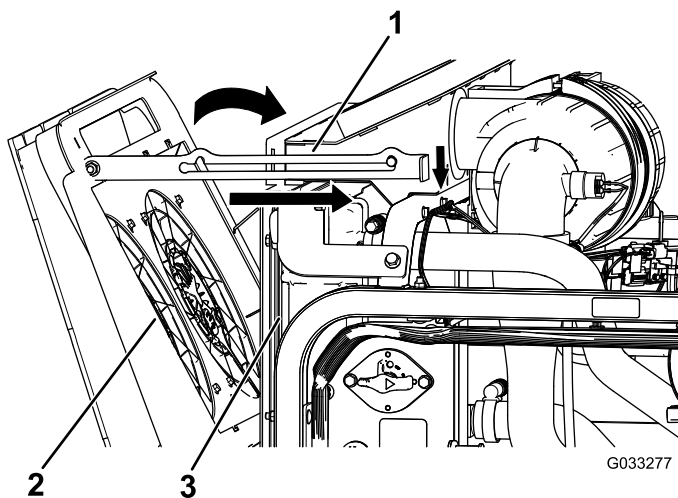

Bild 121
4. Drehen Sie die Kühlventilatoren des Motors nach vorne und arretieren Sie die Stützstange in der Kerbe (**Bild 121**).